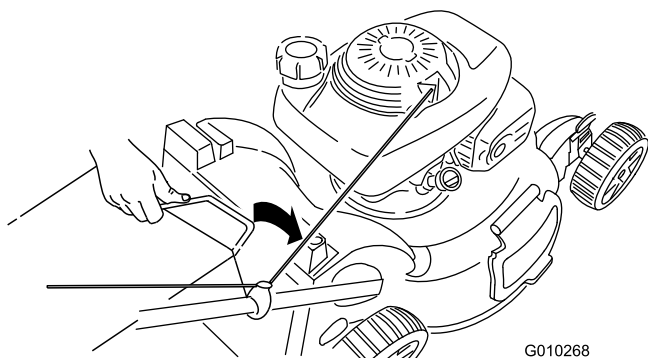

Рисунок 27
3. Вставьте ручку мешка для травы в канавки на верхней части машины (Рисунок 27).